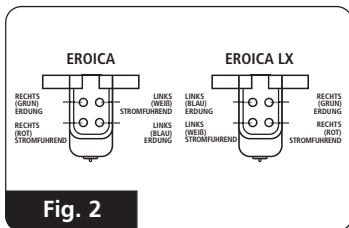

Fig. 2
(2) Anschlüsse. Die Kontaktstifte sind nach internationaler Norm farbig codiert. Die vier Drähte an die entsprechenden Stifte des Tonabnehmers anschließen (siehe Abb.2).